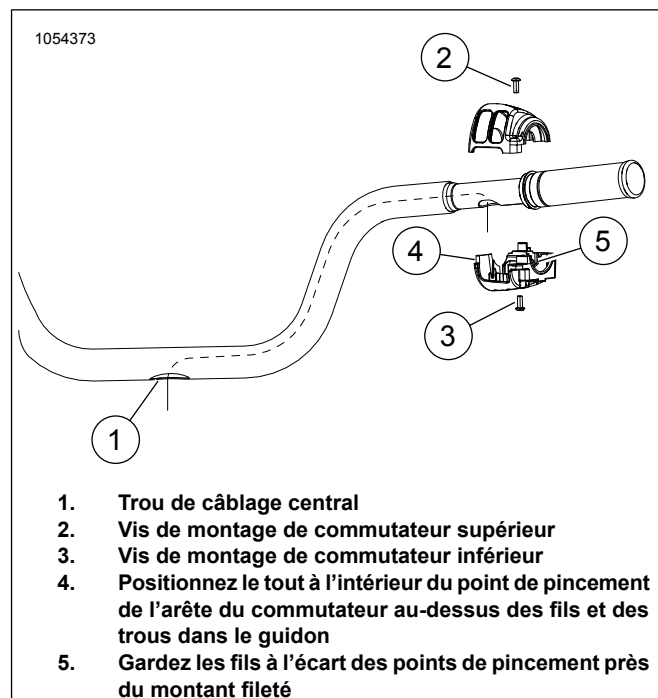

Figure 3. Acheminement du fil du boîtier du commutateur
2. Consultez Figure 3 . Avec le guidon placé sur une surface lisse et douce, extrémités de poignées orientées vers le haut, acheminez doucement le faisceau de fils du commutateur droit dans l'ouverture sur la face inférieure du nouveau guidon et vers la grande ouverture au centre de la barre.